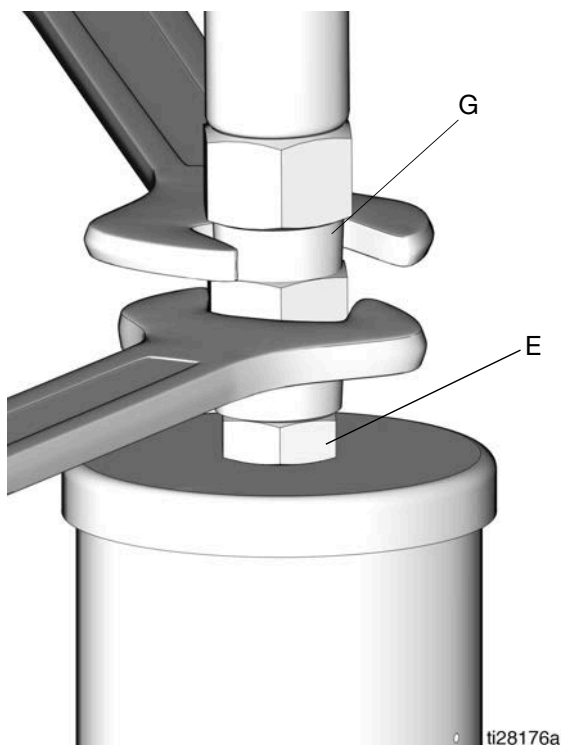

FIG. 8
2. Alivie la presión del sistema utilizando dos llaves que funcionen en direcciones opuestas en la salida de la bomba (E) y en el racor de la línea de lubricación (G) para aflojar poco a poco el racor hasta que esté suelto y no salga más lubricante o aire por él (Fig. 8).